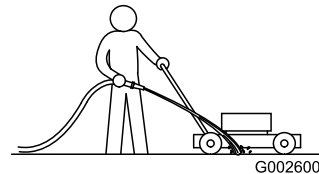

Bild 23
3. Lassen Sie den Motor bei eingekuppeltem Messer laufen und sprühen Sie Wasser vor das **rechte** Hinterrad (**Bild 23**).